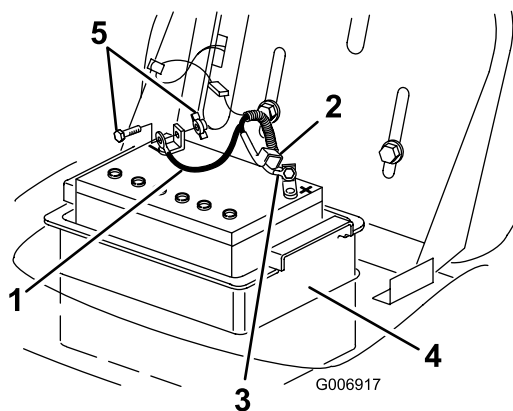

Figura 24
4. Staccate il cavo negativo (nero) di terra dal polo della batteria (Figura 24).
5. Infilate il cappuccio di gomma sul cavo positivo (rosso) della batteria. Staccate il cavo positivo (rosso) dal polo della batteria (Figura 24).
6. Togliete la scatola della batteria e la batteria dal telaio (Figura 24).
1. Montate la cassetta e la batteria nel telaio (Figura 24).
2. Utilizzando il bullone ed il dado ad alette, collegate il cavo positivo (cappuccio rosso) al polo positivo (+) della batteria (Figura 24).
4. Utilizzando il bullone e il dado ad alette, collegate il cavo negativo (nero) al polo negativo (-) della batteria (Figura 24).